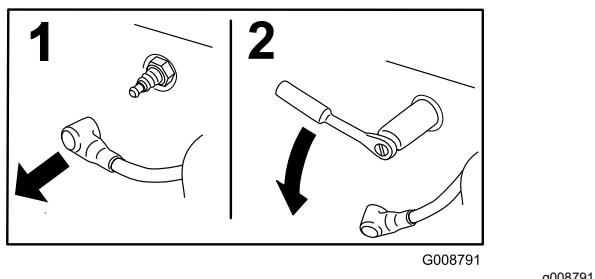

Bild 42
5. Nehmen Sie die Zündkerzenkappen von der Zündkerze ab (Bild 42).